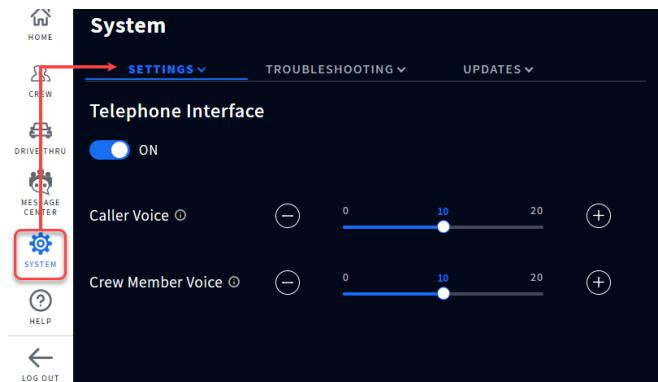

Fig. 12.5
- Inicie sesión en la estación base NEXEO y vaya a Sistema > Configuración. Seleccione Interfaz telefónica en la lista desplegable, véase la Fig. 12.5. Cambie el interruptor de APAGADO a ENCENDIDO y, si es necesario, utilice los controles deslizantes para ajustar los niveles de volumen.